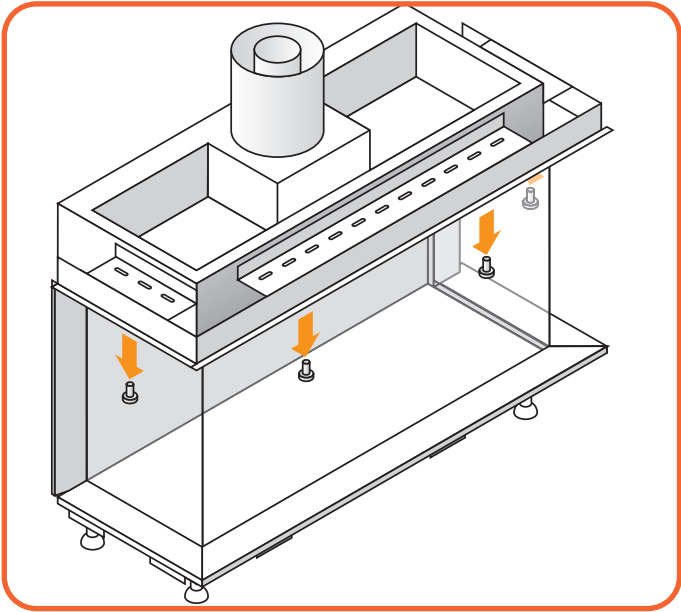

Abb. 9.2 Abschrauben von die obere Verkleidung
- Schrauben sie die obere Verkleidung ab (Abbildung 9.2).